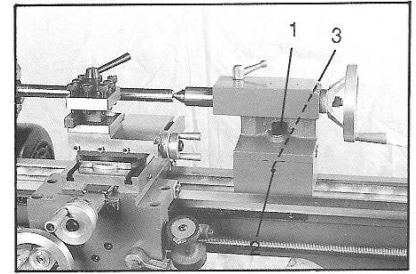

Fig 15
Zur Verstellung die Reitstock-Klemmschraube (1, Fig 15) lösen. Die Verstellerschraube auf der Vorderseite herausdrehen (2) und auf der Rückseite (3) entsprechend nachstellen.